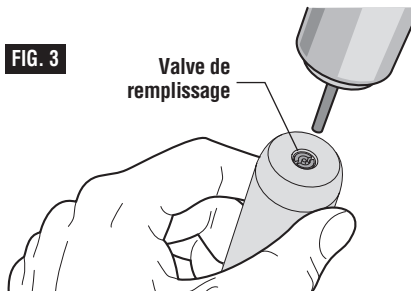

FIG. 3
1. Tenez l'outil VersaTip de telle façon que la valve de remplissage soit orientée vers le haut, puis inversez le récipient contenant le combustible et insérez l'embout dans la valve de remplissage comme illustré à la Figure 3.